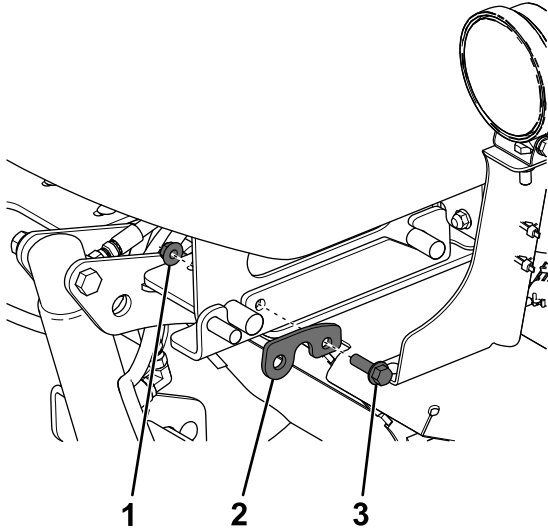

Figura 14
- Coloque un pestillo de montaje sobre los pasadores de la placa de montaje en ambos lados del esparcidor (**Figura 14**).
- Sujete cada uno de los pestillos de montaje usando un perno ($\frac{3}{8}$ " y una tuerca con arandela prensada (**Figura 14**).